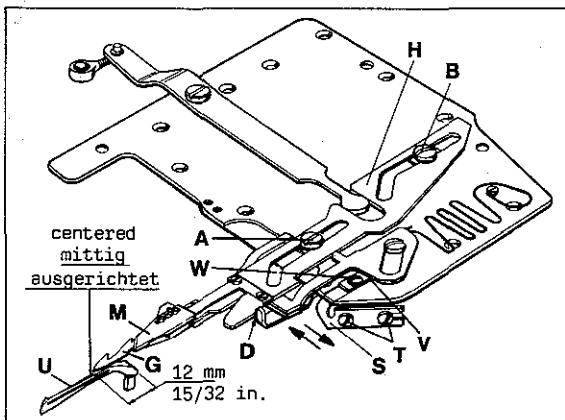
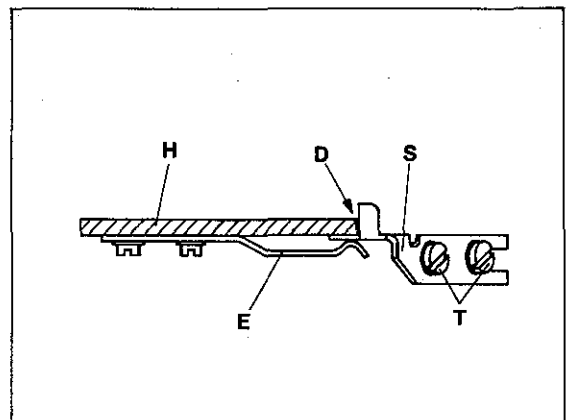
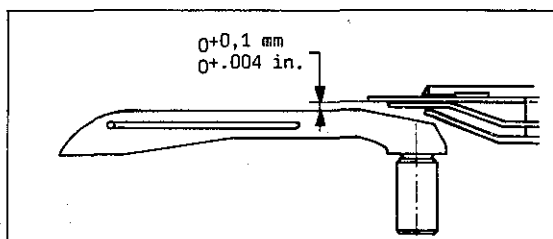

Fig.54
Fig.55
Fig.56
- 3.1 Loosen screws (T, Fig. 54) and move guide (S) to the front (towards the operator).
- 3.2 With needles exactly on the top of their stroke, move the thread trimmer mechanism to the left until the tip of lower knife (G, Fig. 54) is 12 mm (5/32 in.) from the right end of looper (U).
For adjustment loosen screw (B, Fig. 54) and rotate lower knife holder (H) around screw (A) until the lower knife tip centers above the ridge on the top of the looper blade.
- 3.4 Stop (V, Fig. 54) limits the movement of the upper knife (M) to the left.
Now move guide (S, Fig. 54) to the rear (away from operator) until it contacts the lower knife holder (H) at point (D, Figs. 54 and 55) without deflecting it.
Simultaneously set by lowering or raising guide (S, Fig. 55), which is also positioned between lower knife holder (H) and leaf spring (E), the height of lower knife above the top ridge of looper blade according to Fig. 56. Retighten screws (T, Figs. 54 and 55).
NOTE: Always when loosening screw (B, Fig. 54) for setting the lower knife tip, it is necessary to readjust guide (S, Figs. 54 and 55).
- 3.1 Lösen Sie die Schrauben (T, Fig. 54) und schieben Sie die Führung (S) nach vorne (zur Bedienungsperson).
- 3.2 Bei genau am oberen Endpunkt ihrer Bewegung stehenden Nadeln schwenken Sie den Fadenabschneidermechanismus nach links, bis die Spitze des Untermessers (G, Fig. 54) 12 mm vom rechten Ende des Greifers (U) entfernt ist.
Zur Einstellung lösen Sie die Schraube (B, Fig. 54) und drehen den Träger für Untermesser (H) um die Schraube (A) bis die Untermesserspitze mittig über dem Rücken der Greiferklinge steht.
- 3.4 Der Anschlag (V, Fig. 54) begrenzt die Bewegung des Obermessers (M) nach links.
Schieben Sie nun die Führung (S, Fig. 54) nach hinten (von der Bedienungsperson weg) bis sie im Punkt (D, Fig. 54 und 55) am Träger für Untermesser (H) ohne zu drücken anliegt.
Stellen Sie gleichzeitig durch nach unten oder oben Verschieben der Führung (S, Fig. 55), die auch zwischen dem Träger für Untermesser (H) und Blattfeder (E) liegt, die Höhe des Untermessers über dem Rücken der Greiferklinge nach Fig. 56 ein. Ziehen Sie die Schrauben (T, Fig. 54 und 55) wieder an.
BEACHTEN SIE: Nach jedem Lösen der Schraube (B, Fig. 54) zum Einstellen der Untermesserspitze, muß die Führung (S, Fig. 54 und 55) neu eingestellt werden.